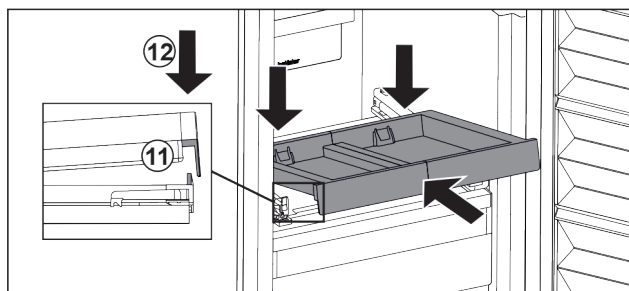

Fig. 29
- ▶ Schuin erin schuiven. Zorg ervoor dat de aanslag aan beide zijden achter de lip is. Fig. 29 (11)
- ▶ Uitschuifpateau aan voorzijde neerzetten. Fig. 29 (12)